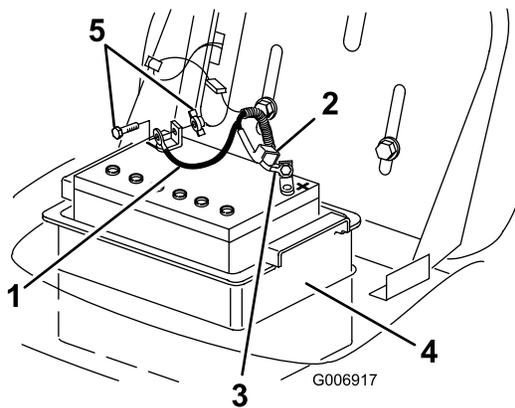

Figure 27
4. Débranchez le câble négatif (noir) de mise à la masse de la borne de la batterie (Figure 27).
5. Repoussez le capuchon en caoutchouc sur le câble positif (rouge). Débranchez le câble positif (rouge) de la borne de la batterie (Figure 27).
6. Sortez le compartiment de la batterie et la batterie du châssis (Figure 27).
1. Placez le compartiment de la batterie et la batterie dans le châssis (Figure 27).
2. Connectez le câble positif (rouge) à la borne positive (+) de la batterie à l'aide du boulon et de l'écrou à oreilles (Figure 27).
4. Connectez le câble négatif (noir) à la borne négative (-) de la batterie à l'aide du boulon et de l'écrou à oreilles (Figure 27).